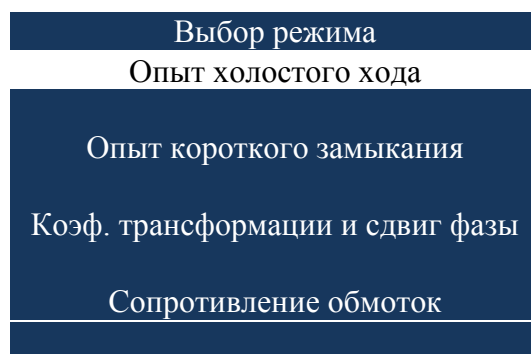
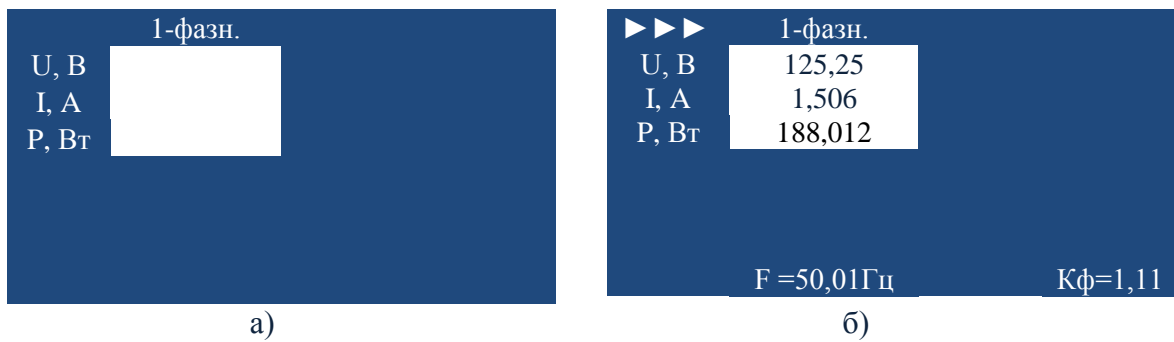

Рисунок 5.7
Рисунок 6.2
6.1.1.2 Выбрать режим «Опыт холостого хода», см. рисунок 5.7, прибор перейдет в режим измерения (рисунок 6.2а).
6.1.2.3 Активизировать строку «Далее» и нажать кнопку «Выбор». Прибор переходит в меню «Выбор режима», рисунок 5.7.